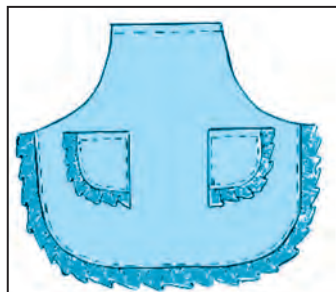

Рис. 47. Шитьё накладного кармана.
3. В промежутке 0,1 см на машине прострачивается строчный ряд и стёганные нити снимаются, швы обрабатываются влажно-тепловым способом (рис. 47).
5. Готовые карманы устанавливаются на обозначенные места для карманов в фартуке, и прикалываются булавкой. Затем карман с 3-х сторон прошивается крупными стёжками к фартуку (рис. 47).